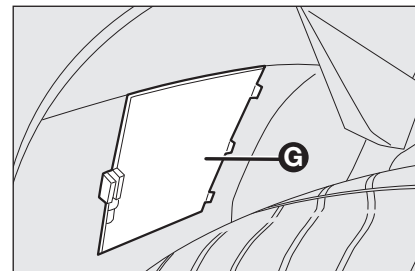

fig. 13
- virați complet roțile către exterior pentru a putea găsi ușița **G-fig. 13**, deschideți ușița și deșurubați dispozitivul de fixare aferent;